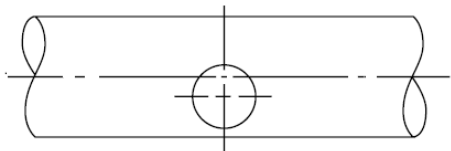

Рис. 2. Отверстие на трубе
3. Слейте воду из системы и просверлите отверстие в трубе. Убедитесь, что отверстие перпендикулярно центру трубы, как показано на рис. 2, в противном случае лопасть может заклинивать.